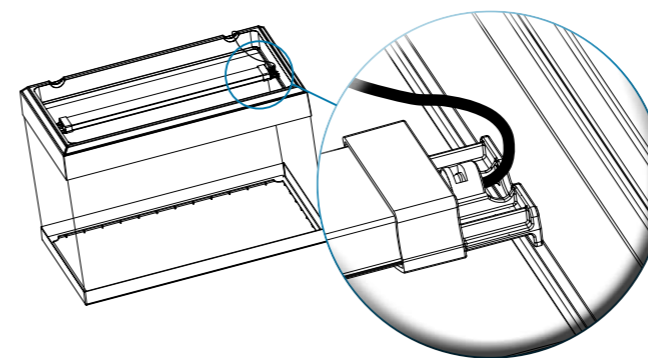

Fig. 8
1. Placer soigneusement la rampe d'éclairage à DEL (C) dans sa position finale sur la glissière du rebord supérieur (Fig. 8).